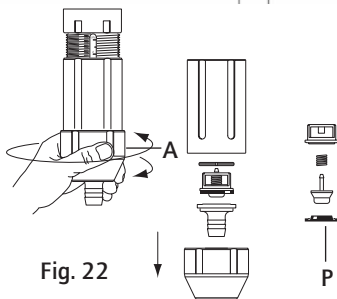

Fig. 22
- Dévisser la bague de blocage (Fig. 22-A).
- Rincer abondamment à l'eau claire les différentes parties, les remonter dans l'ordre du schéma (Fig.22-P) et vérifier que le ressort de rappel est bien actif.